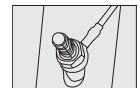

图2
- 确定热水器安装位置, 根据图1所示尺寸, 用冲击钻在墙上钻三个直径为12mm, 其中两个深95mm(上部)的孔, 一个深65mm(下部)的孔, 将膨胀挂钩、膨胀螺栓插入对应的墙孔中, 并固定好, 然后将热水器抬起, 挂墙架套在挂钩及螺栓上, 将平垫片、热水器背面连线及螺母依次安装到螺栓上(如图2所示), 并拧紧螺母检查是否牢固。